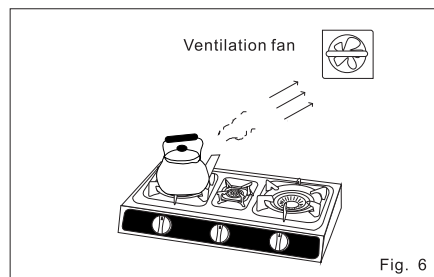

Fig. 6
• Assurez-vous que la pièce est bien aérée. N'utilisez jamais le réchaud à gaz dans des locaux sans possibilité d'aération (plus de 10 min) (fig. 6).